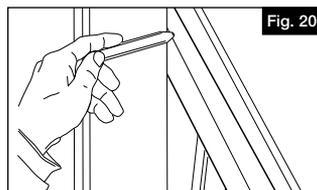

Fig. 20
- b. Marquez les deux extrémités du longeron supérieur pré perforé (D) sur la face interne du poteau où il sera monté (Figure 20). Retirez à présent le longeron supérieur pré perforé.